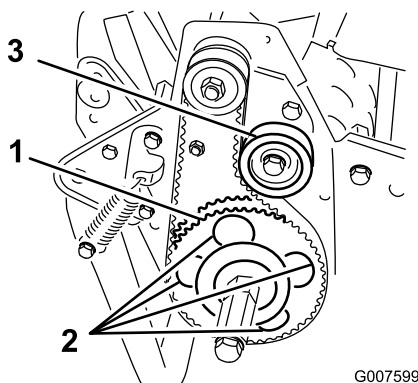

Figure 48
7. Tournez la poulie menée jusqu'à ce que les trous se trouvent en face des 4 vis à embase du roulement à rouleaux (Figure 48).
11. Réglez la tension de la courroie et serrez la vis de fixation de la poulie de tension (Figure 48).